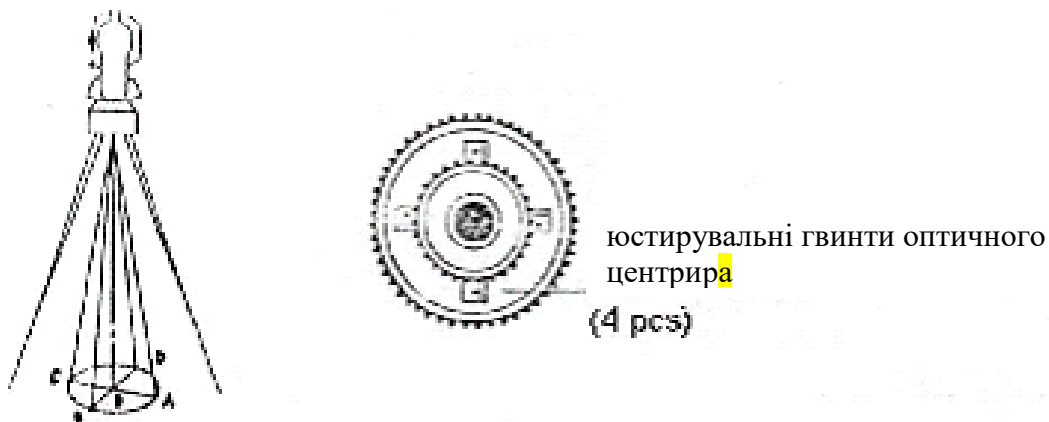

Рисунок 8.8 – Юстирування оптичного центрира
– на аркуші паперу з накресленим перехрестям відзначте положення сітки ниток через кожні 90° - А, В, С, D (рис. 8.8);